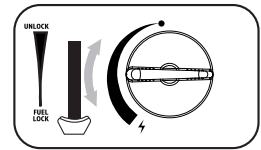

fig. 5
6. Stellen Sie den Bedienknopf auf die gewünschte Position (Bild 5). Stellen Sie den Kartuschenhebel (6) während des Gebrauchs niemals in die Position "UNLOCK"!